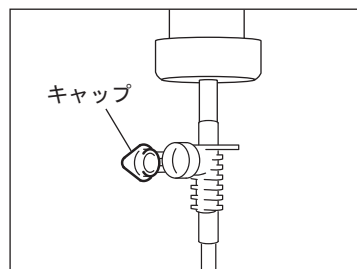

図11
- 3) エアーを生理食塩水パックに入れるため、キャップを開けてください。(図11)